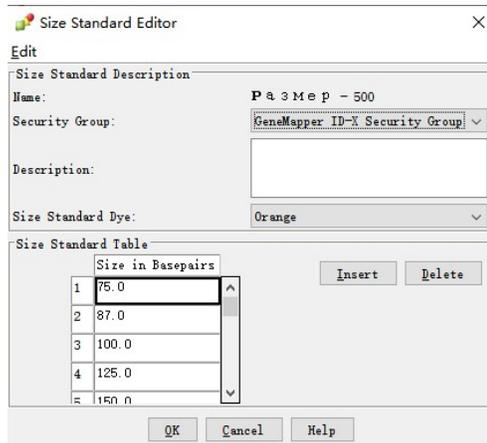

Рисунок 17. Вкладка аллеля Allele программного обеспечения GeneMapper® ID-X версии 1.4.
9.3.4. В окне редактора стандарта длины Size Standard Editor (рис. 17) выберите в качестве группы безопасности “GeneMapper ID-X Security Group” (“Группа безопасности”). Это обеспечивает доступ к программному обеспечению всем пользователям. Могут использоваться другие группы безопасности.
9.3.7. Введите длины маркеров размера фрагментов ДНК (75, 87, 100, 125, 150, 175, 200, 225, 250, 275, 300, 325, 350, 375, 400, 425, 450, 475 и 500 оснований). См. рис. 17.